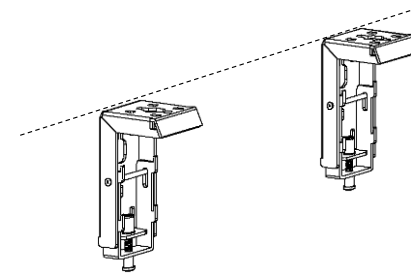

Abbildung 1
- Befestigen Sie die beiden Wandklammer an die Wand, beachten Sie, dass die beiden Klammern eine Linie parallel dem Horizont darstellen müssen. (**Tipp:** Zeichnen Sie eine lösbare Linie wie auf der Abbildung 1):